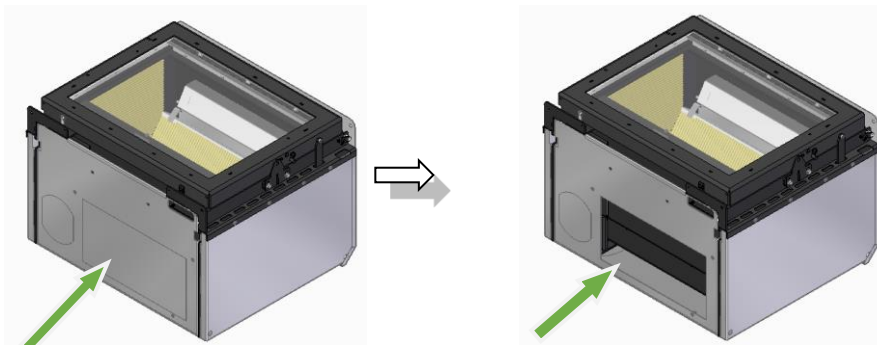

Figura 52 – Remoção das micro-juntas do fundo
- a. Nestes modelos de equipamento o Kit de ventilação é colocado por baixo do equipamento. Para fixar o kit de ventilação opcional, terá primeiramente que partir com um martelo as micro-juntas do fundo, para poder fixar o ventilador e os acessórios do kit de ventilação, ver Figura 52.